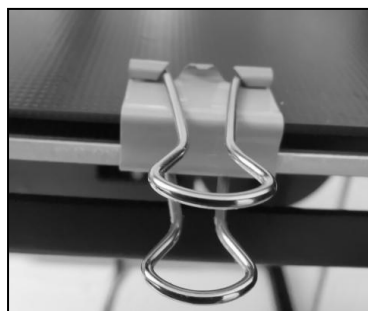

Fig1
2. Fissare il vetro sulla piastra di alluminio con le clip (Fig1), raccomandare Si consiglia di disporre le clip negli angoli anteriore e posteriore del piano caldo(Fig2).